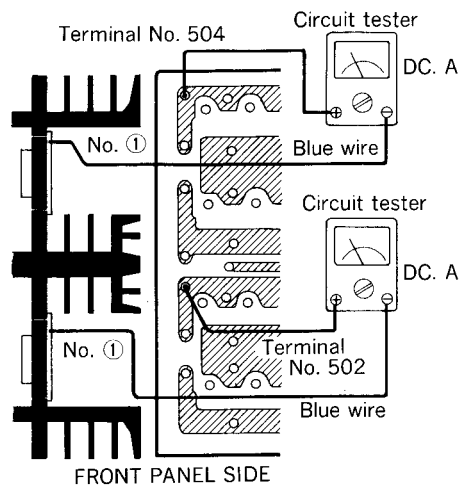

Fig. 3 ( Abb. 3)
- ① With the rear panel of the set removed, disconnect the lead wire of 504 terminal soldered to the power supply printed circuit board for the main amplifier, and connect the circuit tester in the DC current measuring range as in fig. 3.
- ② Adjust VR305 to reach 25 ~ 30mA (may differ to a certain extent depending on internal impedances of the circuit tester)
- 1 Die Geräterückseite abnehmen und den Leitungsdraht vom Anschluß 504, der an die Stromanschluß-Schaltungstafel für den Hauptverstärker führt, unterbrechen, und das Prüfgerät im Gleichstrombereich, wie in Abb. 3 gezeigt, anschließen.